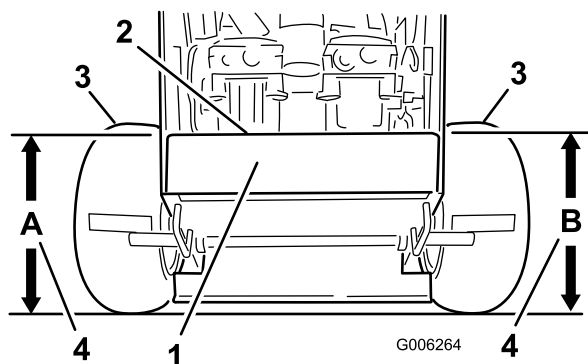

Figura 55
4. Misurate l'altezza della scocca del motore al punto **A** (Figura 55).
5. Misurate l'altezza della scocca del motore al punto **B** (Figura 55).